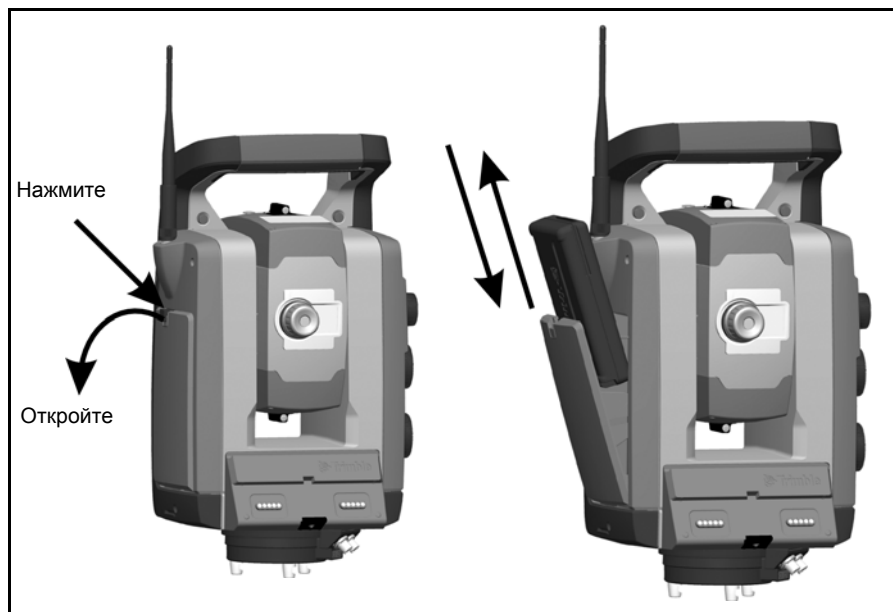

Рис. 3.12. Извлечение и замена внутренней батареи
2. Установите батарею в батарейный отсек контактами вверх. См. рис. 3.12.